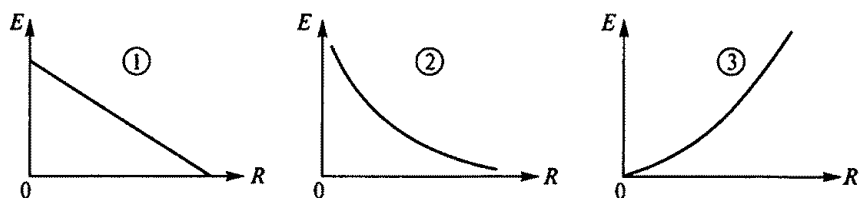

Рис. 1
1.3. Какой из трех приведенных на рис. 1 графиков соответствует изменению напряженности поля уединенного заряженного тела?